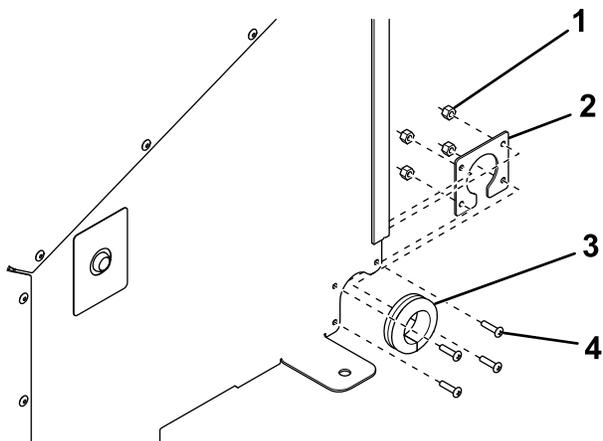

Figura 4
10. Sujete el soporte del anillo de goma al interior de la cubierta trasera usando 4 pernos (N° 10 x 3/4") y tuercas de nylon (Figura 4).
11. Inserte el anillo de goma en el soporte (Figura 4).